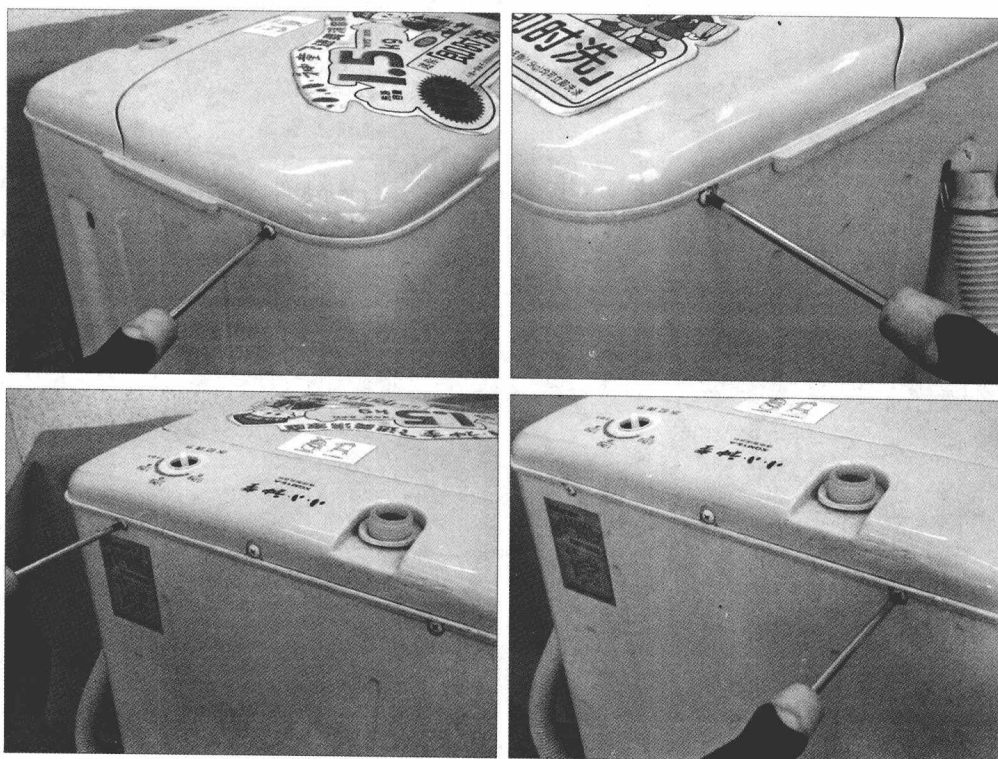

图 1-6 洗衣机上盖的拆卸
④ 将洗衣机各零部件取下来以后,就可以对其进行拆卸。首先可以拆卸洗衣机上盖,如图 1-6 所示,洗衣机上盖在洗涤筒外壳之间由 4 个螺钉固定,其中左右侧面各一个,后面两个,可以使用合适的螺丝刀进行拆卸。